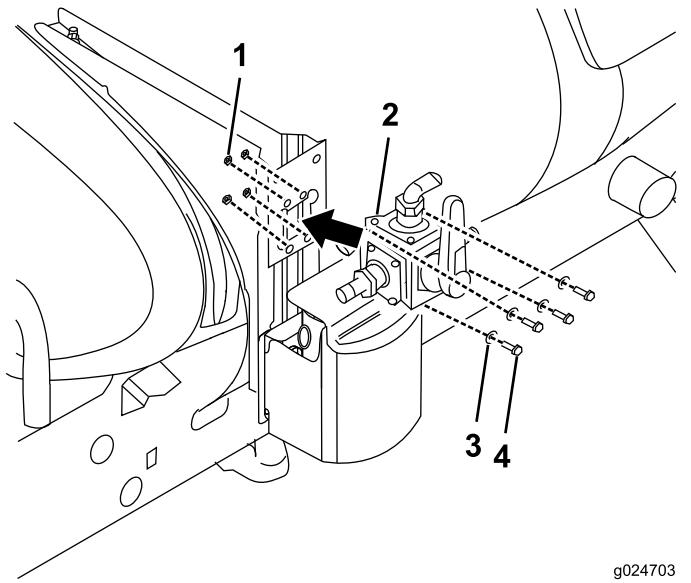

Figura 26
3. Montate la valvola a 4 vie sul supporto della valvola (Figura 26) con 4 dadi di bloccaggio (6 mm).